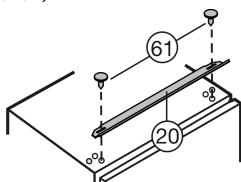

Fig. 11
- ▶ Atornille el panel de compensación Fig. 11 (20) a través de los agujeros oblongos sobre el aparato Fig. 11 (61).
- Desplace el panel de compensación Fig. 11 (20) hasta el tope del lado del tirador.